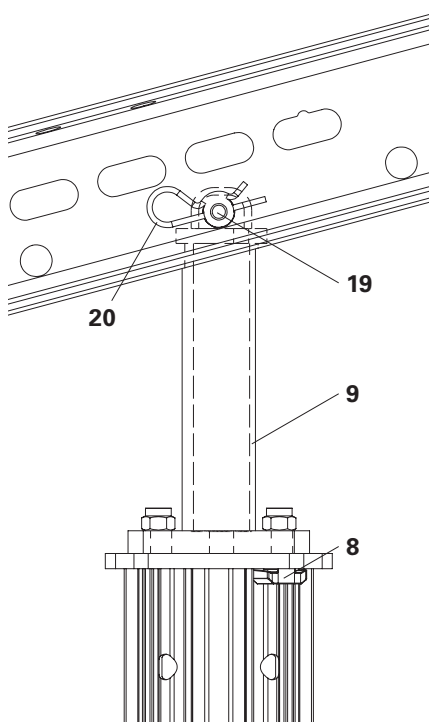
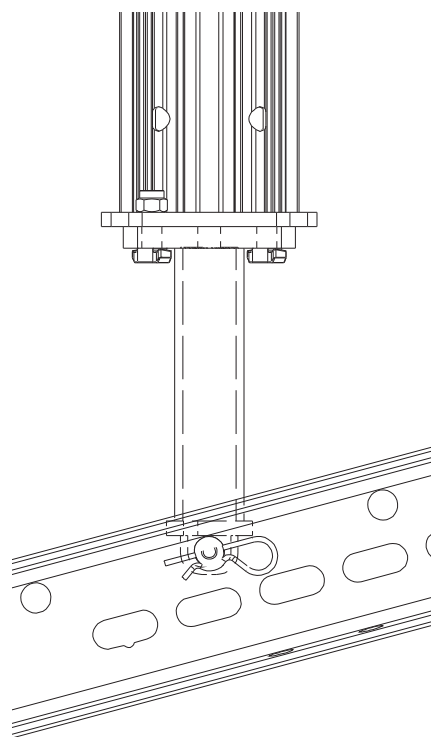

Fig. A2.10
Fig. A2.11
1. Fissare l'adattatore MP/SRU (9) con 2x bulloni con testa martello MP (8) in diagonale sulle piastre terminali del MULTIPROP MP (1). (Fig. A2.10 + Fig. A2.11)
3. Bloccare l'adattatore MP/SRU (9) sul corrente in acciaio SRU U120 con perni calibrati  $\varnothing 21 \times 120$  mm (19) e inserto a molla 4/1 (20).